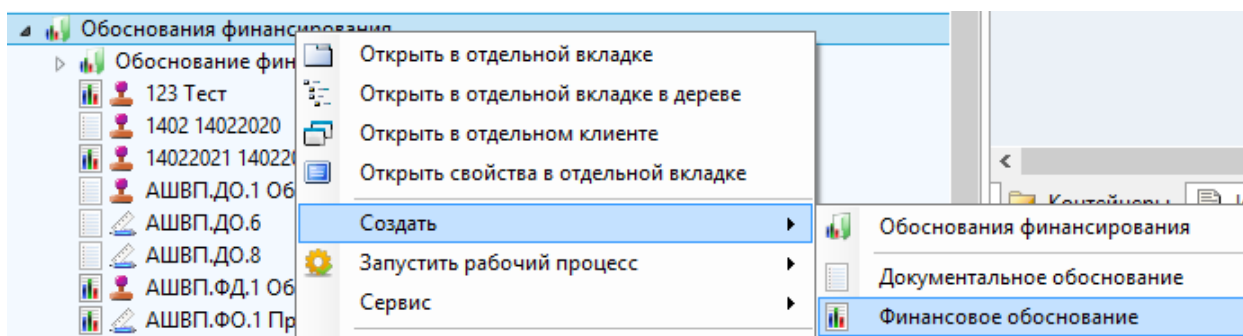

Рисунок 173 — Выбор команды «Финансовое обоснование»
- выбрать папку «Обоснования финансирования» правой кнопкой мыши, в левом выпадающем списке выбрать команду «Создать», в правом выпадающем списке – команду «Финансовое обоснование» (Рисунок 173);